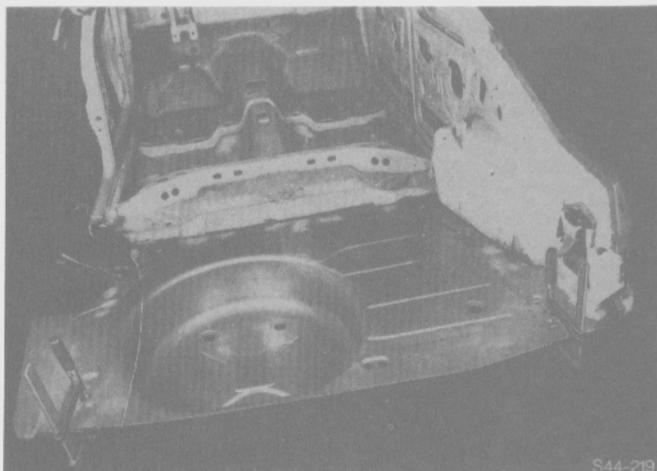

Fig. 302
- Montar el nuevo panel de piso en su posición y sujetarlo con pinzas (Fig. 302) Si fuera necesario, colocar algún peso en el panel del piso para asegurar un buen contacto con las pestañas soldadas por puntos.